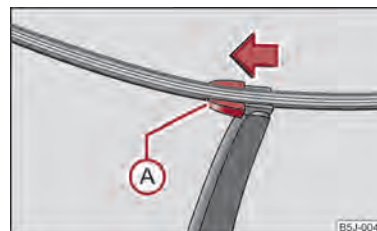

Fig. 34 Escobilla del limpialunetas
- Abata el brazo de la escobilla separándolo del parabrisas y coloque la escobilla en posición perpendicular al brazo ⇒ fig. 34.
- Con la otra mano, desenclave el seguro (A) en el sentido de la flecha y saque la escobilla limpiaparabrisas.